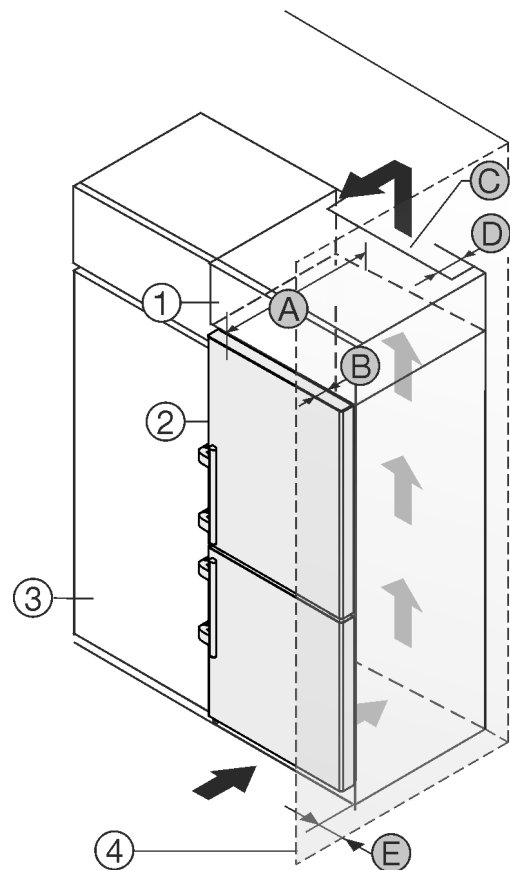

Fig. 50
L'apparecchio può essere incassato in mobili da cucina. Per adattare l'apparecchio Fig. 50 (2) all'altezza della cucina componibile, è possibile applicare sopra l'apparecchio un mobile da appoggio Fig. 50 (1).
L'apparecchio può essere installato direttamente accanto al mobile da cucina Fig. 50 (3). Per poter aprire completamente la porta, l'apparecchio deve sporgere almeno della profondità Fig. 50 (B) rispetto al frontale del mobile da cucina. L'apparecchio può sporgere ulteriormente a seconda della profondità dei mobili da cucina e dell'uso di distanziatori a parete.
- Sul retro del mobile da appoggio deve essere presente un vano di uscita dell'aria con la profondità Fig. 50 (D) sull'intera larghezza del mobile da appoggio.
- Sotto al soffitto del locale deve essere rispettata la sezione di ventilazione Fig. 50 (C).
Se l'apparecchio è installato con le cerniere accanto ad una parete Fig. 50 (4), deve essere rispettata la distanza Fig. 50 (E) tra apparecchio e parete, che corrisponde alla sporgenza della maniglia con la porta aperta.